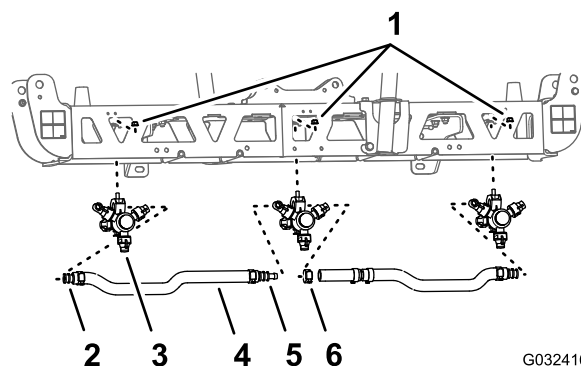
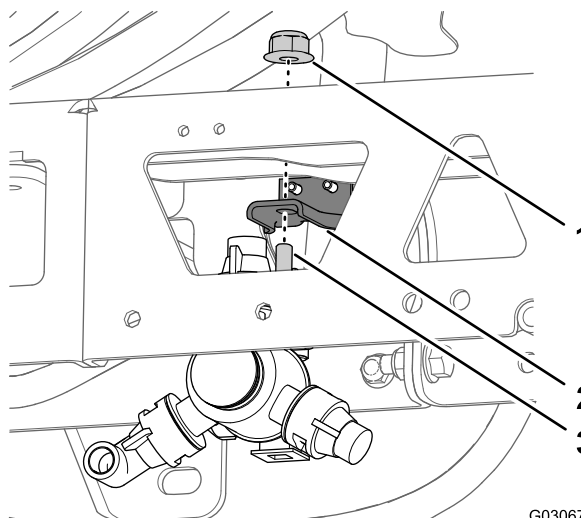

Рисунок 48
Рисунок 49
1. В средней секции опрыскивателя выверните фланцевую контргайку, которая крепит распылительное сопло к креплению сопла (Рисунок 48 и Рисунок 49).
- Снимите сопло со средней секции опрыскивателя (Рисунок 48 и Рисунок 49).
- Снимите шланги (с внутренним диаметром 3/4 дюйма), хвостовики шланговых штуцеров типа «елочка», хомуты и тройник типа «елочка» со средней секции опрыскивателя (Рисунок 48).